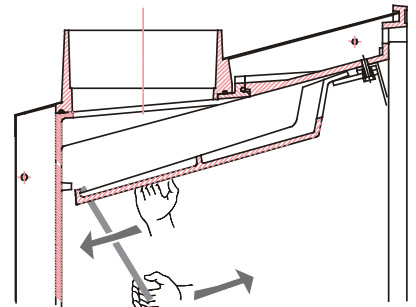

Fig. 29
- Deslizá-lo para trás até o libertar da guia dianteira (Fig. 29).